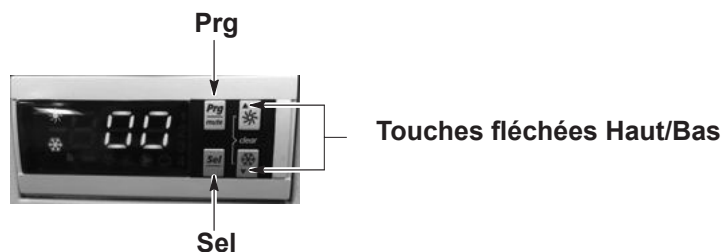

Figure 4-3 Écran du climatiseur 00
1. Voir la Figure 4-3. Maintenir les touches **Prg** et **Sel** enfoncées pendant plus de 5 secondes jusqu'à ce que l'afficheur indique **00**.